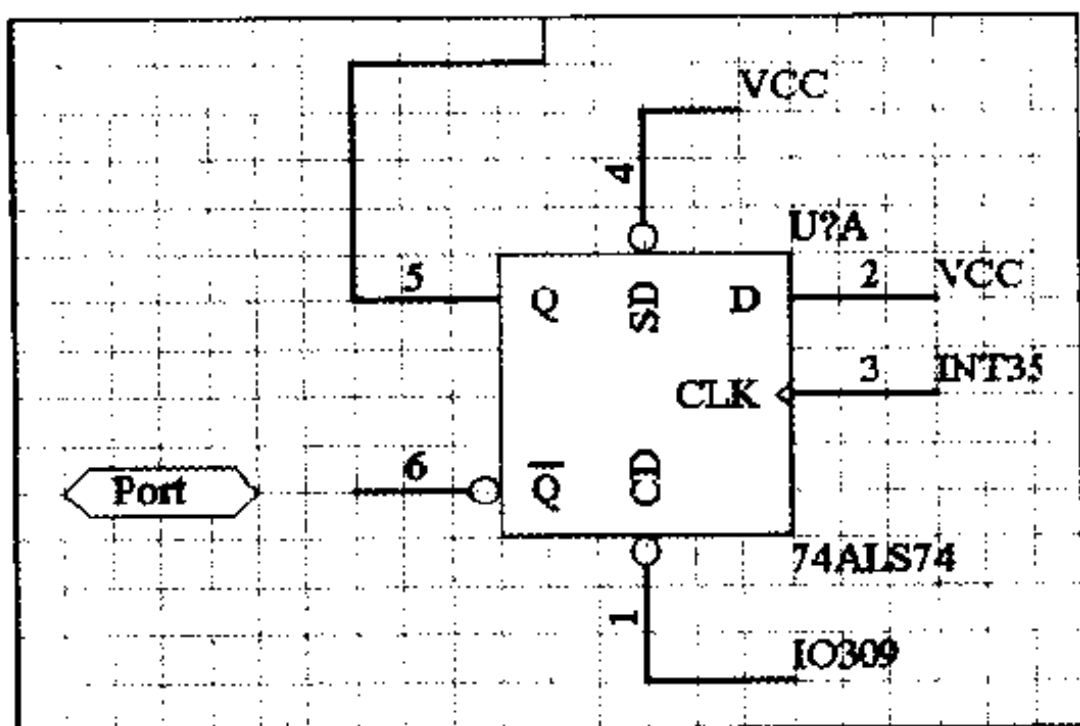

图 4-25 在图纸中放置 I/O 端口符号
- (1) 选择 View > Toolbars > Wiring Tools,在工作窗口中弹出 Wiring Tools 工具栏。
- (2) 在 Wiring Tools 工具栏中单击  按钮,选择放置 I/O 端口的工具,此时鼠标箭头变为十字光标,并带有一个 I/O 端口的形状。
- (3) 在图纸中移动十字光标,在适当的位置单击,放置 I/O 端口,然后继续移动鼠标到适当的位置再次单击,确定 I/O 端口符号另一端的位置,即确定 I/O 端口的长度,得到如图 4-25 所示的效果。